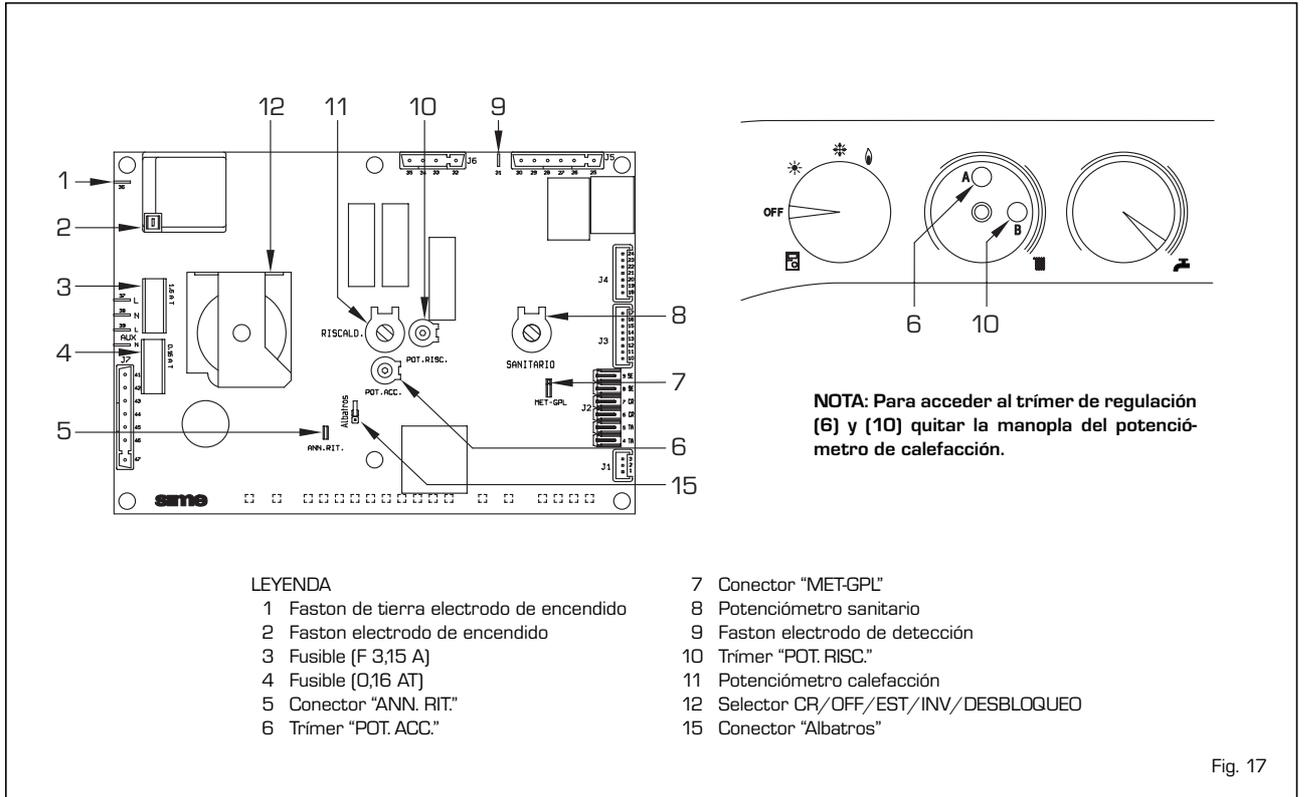

Fig. 17
- **Trímer "POT. RISC."** (10 fig. 17)
- **Trímer "POT. ACC."** (6 fig. 17)
- **Conector "MET-GPL"** (7 fig. 17)
- **Conector "ANN. RIT."** (5 fig. 17)
- **Conector Modureg Sel.** (14 fig. 17)
- **Conector "Albatros" (15 fig. 17)**
Para efectuar la regulación de la potencia de calefacción, modificando la regulación de fábrica, cuyo valor de potencia se encuentra alrededor de los 16 kW, es necesario actuar con un destornillador en el trimer potencia calefacción (10 fig. 17).
- Substituir los inyectores principales (6) y la arandela de cobre (4) suministrados en el kit; para efectuar esta operación, utilizar una llave fija $\varnothing 7$.
- Desplazar el puente del conector "METANO/GPL" de la ficha en la posición correspondiente al gas utilizado (7 fig. 17).